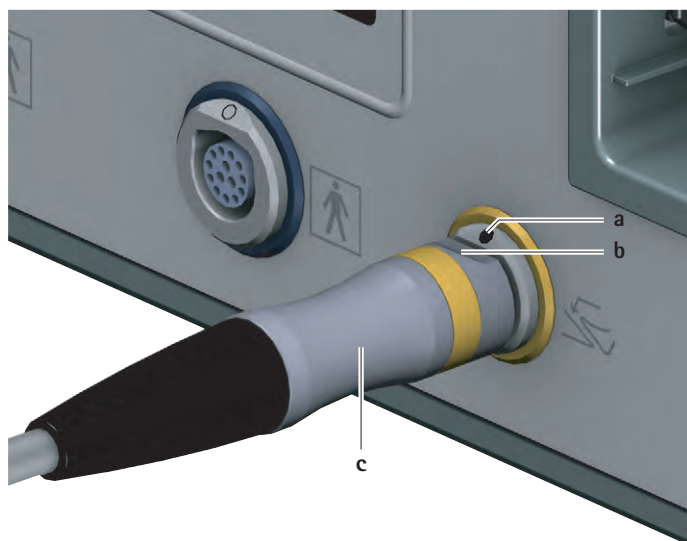

Рис. 2 Подсоединение блока ножного управления
- ▶ Выровнять штекер блока ножного управления с так, чтобы маркировка **b** на штекере соответствовала маркировке **a** на гнезде блока ножного управления 6, см. Рис. 2.
- ▶ Вытянуть штекер блока ножного управления с из гнезда блока ножного управления 6, см. Рис. 2.